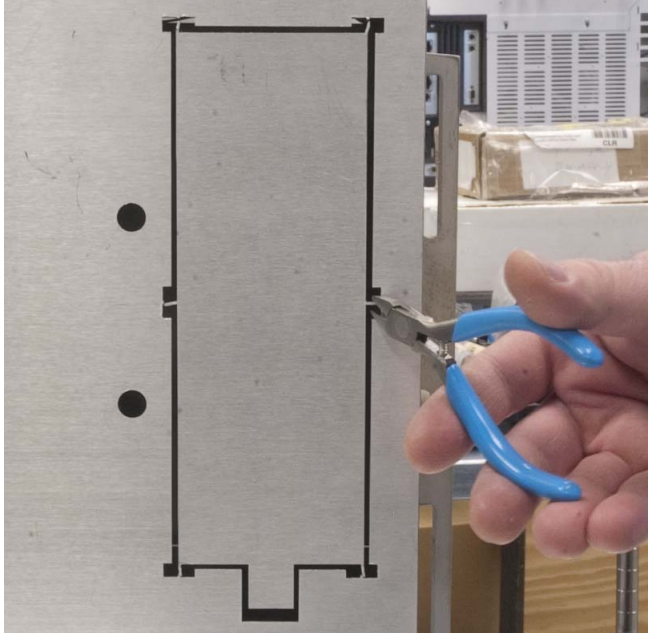

Figura 37 Extracción de la placa del accesorio con alicates diagonales
- 13** En la parte de abajo de la bandeja de muestras, quite la placa del accesorio con unos alicates diagonales (**Figura 37**).